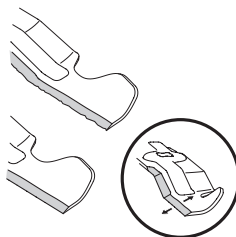

Figura 26
5. Para afilar la cuchilla de corte correctamente, extraiga cantidades iguales de metal de ambos extremos de la cuchilla a lo largo de los bordes cortantes, paralelo al borde de caída, a un ángulo de 25° a 30°. Afile siempre cada borde de las cuchillas de corte de forma pareja para mantener un equilibrio adecuado entre las mismas (Figura 26).